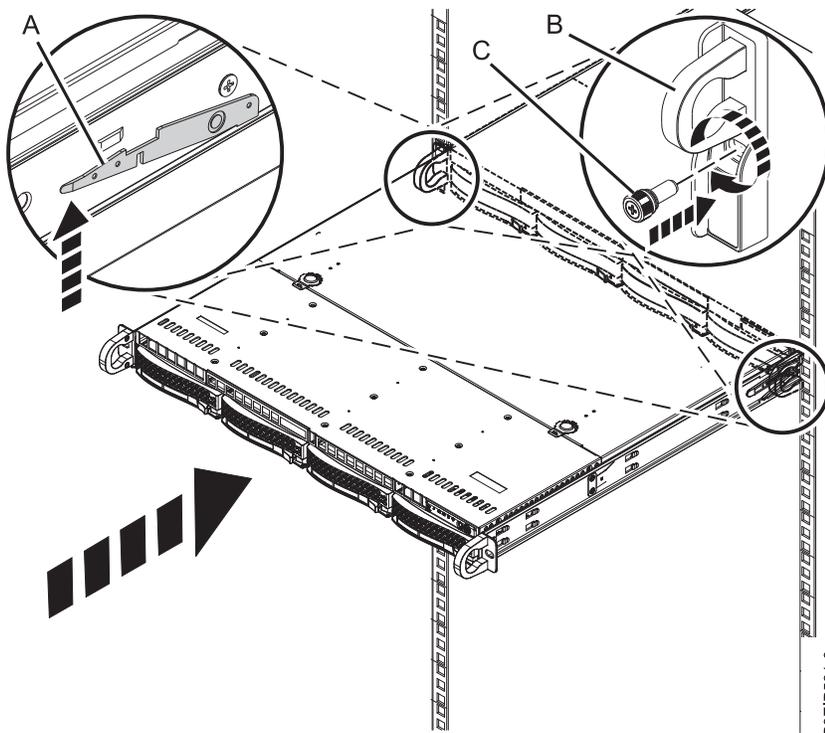

Figura 57. Colocación del sistema en la posición operativa
5. Libere los pestillos de seguridad del riel (A) estirándolos hacia arriba, tal como se indica en Figura 57, después, empuje el sistema para que quede totalmente dentro del bastidor. Los mecanismos de cierre funcionan en direcciones opuestas; el mecanismo de un lado se mueve hacia arriba mientras el del otro lado se mueve hacia abajo.